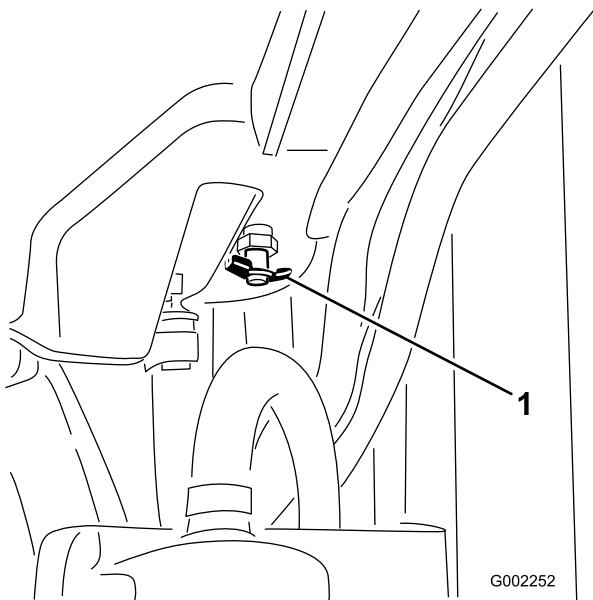

Figure 72
- Ouvrez la vidange (Figure 72) et vidangez le liquide de refroidissement dans le bac.
- Fermez la vidange (Figure 72).